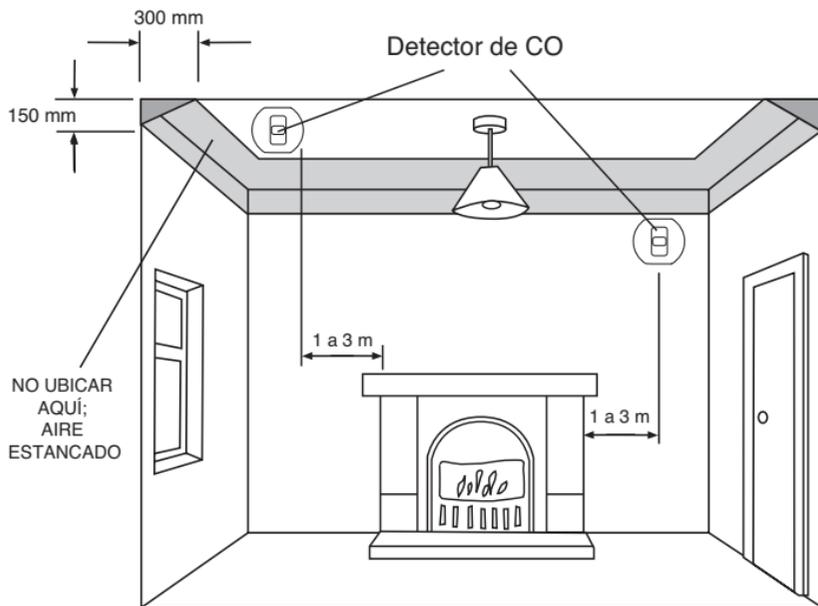

Figura 1
3.3 Si se ubica el detector de CO en una habitación con un aparato que queme combustible (consulte la Figura 1)